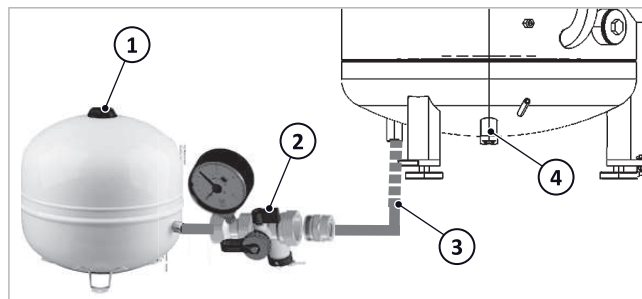

Fig. 4: Depósito de expansión de membrana con grupo de conexión en SolvisBen
La SolvisBen se puede ampliar con una instalación solar térmica. Internamente ya cuenta con un cargador de estratificación solar → Fig. 4 (4) para una estratificación óptima del calor solar en el acumulador, así como con todas las funciones de regulación necesarias para el servicio solar en la regulación del sistema.